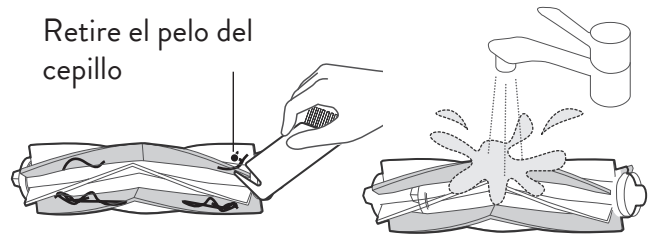

Figura 6
2. Limpie el cepillo y la cubierta del cepillo con la herramienta de limpieza o un paño suave (el cepillo puede lavarse con agua) (Figura 6).